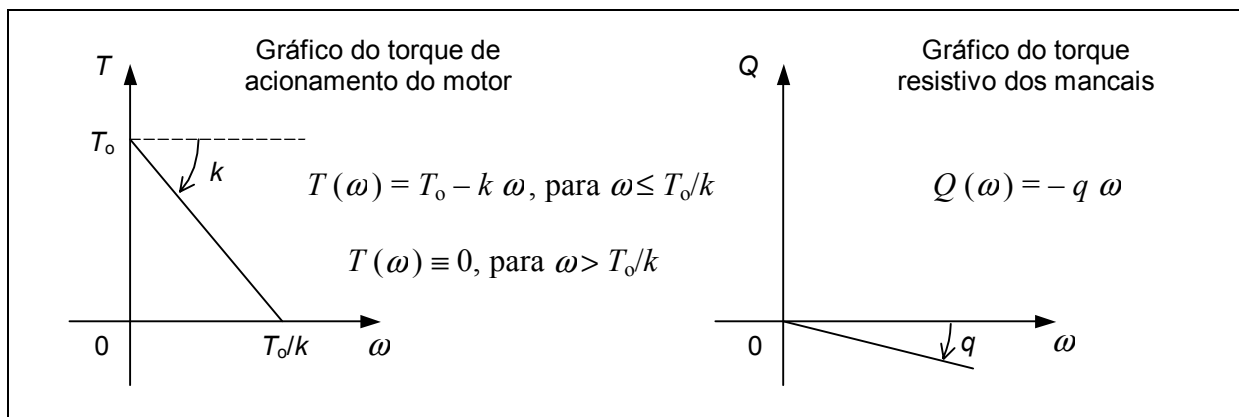

Figura 2 – Torque do motor e momento de atrito dos mancais
- Simule** o movimento do sistema quando é aplicado um torque externo $T(\omega)$ produzido por um motor de acionamento, conforme as características descritas na Figura 2 ($T_0 = 10,0 \text{ Nm}$). Faça um gráfico correspondente à variação temporal de $\omega(t)$. Considerando o sistema de referência fixo *AXYZ*, faça um gráfico dos valores das reações $Y_A(t)$, $Z_A(t)$ no mancal *A*. Interprete o comportamento da função $\omega(t)$ e as reações no mancal *A*. Identifique o valor médio da reação em Y_A (carga estática) e a amplitude da oscilação (efeito dinâmico).
Dados do motor e dos mancais: o motor aplica um torque externo T no rotor e os mancais oferecem um momento resistivo Q , ambos proporcionais a ω e descritos pelas expressões apresentadas na Figura 2, com os seguintes valores nominais: